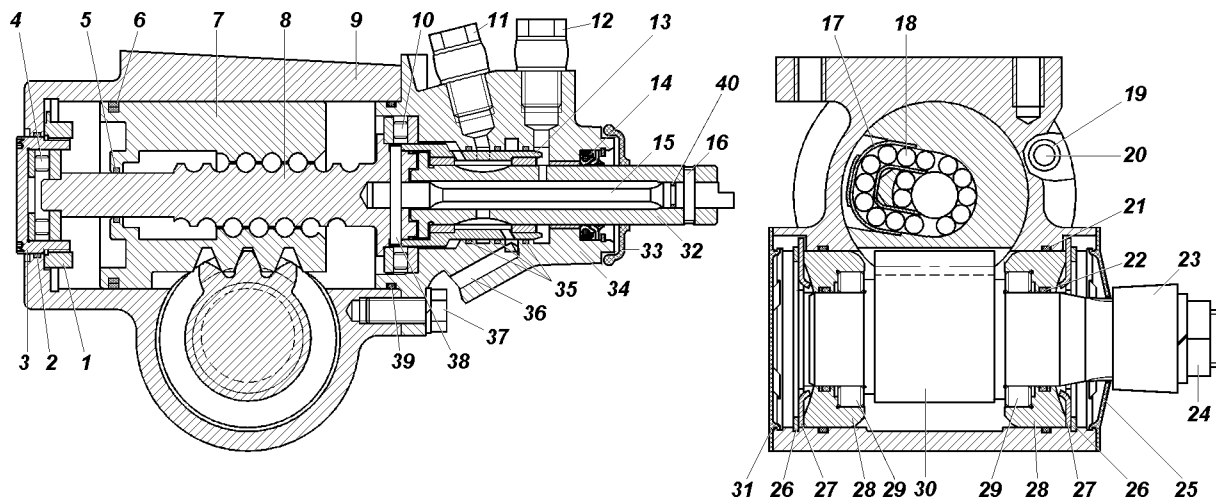
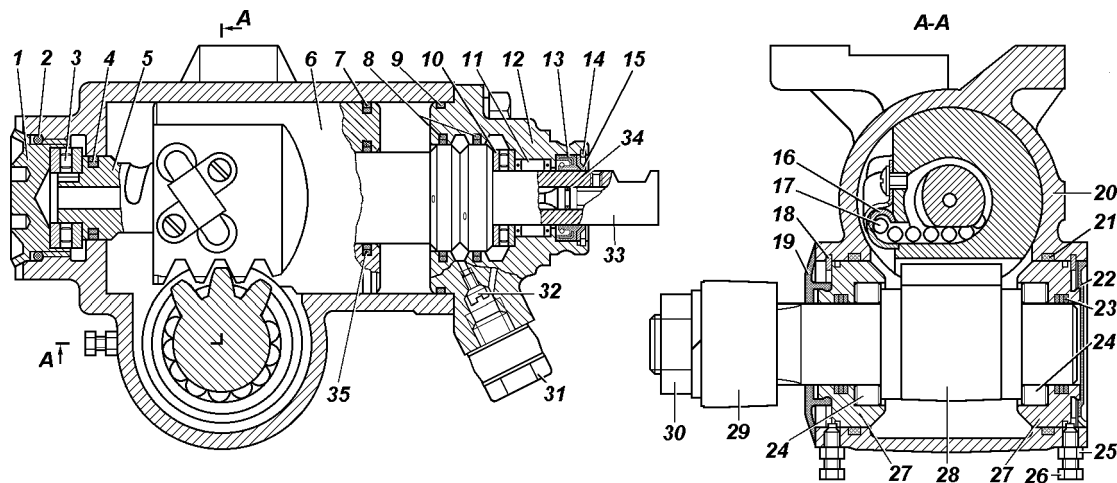

Рис. 12.3. Рулевой механизм 31519-3400011-10 с гидроусилителем (УАЗ-31519, УАЗ-315148):
Рис. 12.4. Рулевой механизм 3162-3400011 с гидроусилителем (УАЗ-31519),
1. Закрепите рулевой механизм в тисках так, чтобы нагнетательное и сливное отверстия (отверстия под штуцеры) были внизу. Поворачивая вручную ротор 32 (рис. 12.3) или вал-золотник 33 (рис. 12.4), слейте масло из механизма.
2. Слегка нажмите рукой на ротор или вал-золотник вдоль оси и покачайте сошку 23 (см. рис. 12.3) или 29 (см. рис. 12.4). Если при этом ощущается осевое перемещение ротора или вала-золотника, выполните регулировку натяга упорных подшипников 4 и 10 (см. рис. 12.3) или 3 и 10 (см. рис. 12.4):
-с помощью борodka и молотка осторожно, не применяя чрезмерно сильных ударов, выправьте буртик стакана 3 (см. рис. 12.3) или регулировочной гайки 1 (см. рис. 12.4), закерненный в пазы стенки картера;
-отверните гайку 24 (см. рис. 12.3) или 30 (см. рис. 12.4) и снимите сошку;
-снимите верхнюю и нижнюю 31 и 25 (см. рис. 12.3) или 22 и 19 (см. рис. 12.4) защитные крышки;
-снимите стопорные кольца 26 (см. рис. 12.3) и регулировочные шайбы 27. Ослабьте затяжку гаек 25 (см. рис. 12.4) и отверните стопорные болты 26 на 2-3 оборота;
-выпрямите регулировочные шайбы 27 (см. рис. 12.3);
-поворачивая одновременно опоры 28 (см. рис. 12.3) или 27 (см. рис. 12.4) вала сошки против часовой стрелки
- установите регулировочные шайбы 27 (см. рис. 12.3) и стопорные кольца 26, загните один из усов в обеих регулировочных шайбах в паз опоры вала сошки.
Заверните стопорные болты 26 (см. рис. 12.4) и затяните гайки 25. Момент затяжки болтов 26 и гаек 25 - 8–10 Н·м (0,8–1,0 кгс·м);